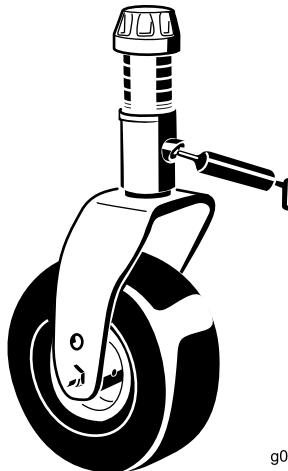

Figura 62
- Boccole (2) dell'asse della forcella delle ruote orientabili (Figura 62)